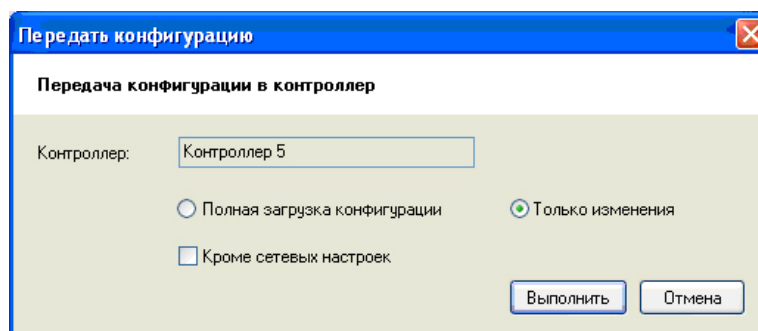

Рисунок 28
- 14) В окне "Выбор контроллера" выберите запись с исходным адресом и нажмите кнопку "Выбрать". На экране появится окно выбора типа загрузки данных (см. Рисунок 28).
- 15) В окне "Передать конфигурацию" выберите "Только изменения", убедитесь, что НЕ отмечена кнопка "Кроме сетевых настроек и параметров авторизации" (см. Рисунок 28) и нажмите кнопку "Выполнить".